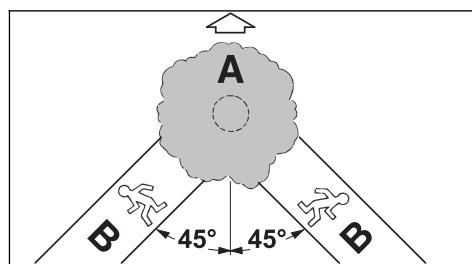

Рис. 13
- определить путь отхода для каждого рабочего – под углом около 45° против направления падения (рис.13);